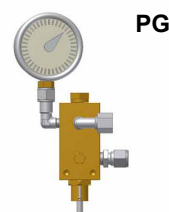

Fig. 7
4. VD può essere montato ruotato di 180°, fig. 7.